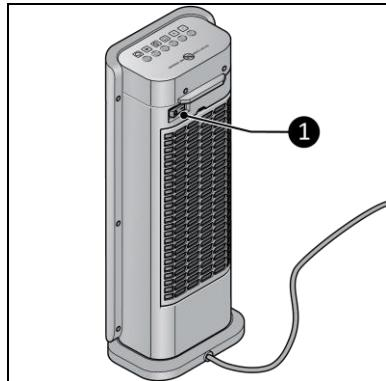

Abbildung 9
1. Drücken Sie die EIN/AUS-Taste auf der Geräterückseite (Abbildung 9, Pos. 1).